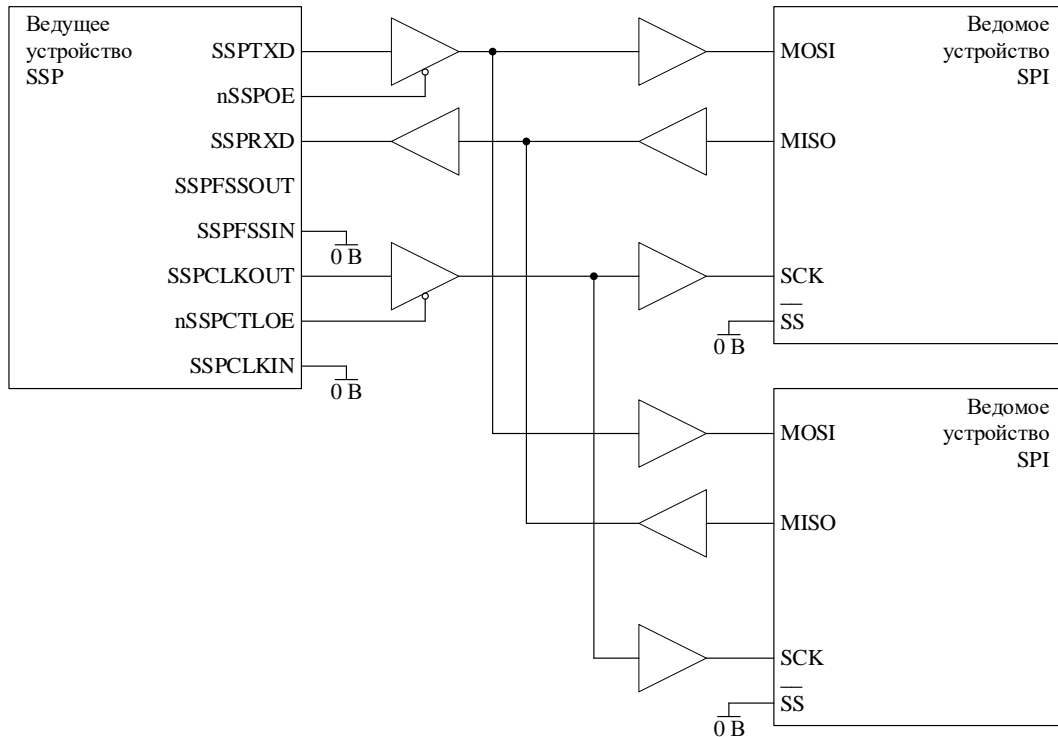

Рисунок 80 – Ведущее устройство SSP подключено к двум ведомым, поддерживающим протокол SPI
Рисунок 80 показывает подключение модуля SSP, сконфигурированного как ведущее устройство, к двум ведомым устройствам, поддерживающим протокол SPI фирмы Motorola. Внешние устройства сконфигурированы как ведомые путем установки в низкий логический уровень сигнала выбора ведомого устройства Slave Select (SS). Как и в предыдущем примере, ведущее устройство способно передавать данные в адрес ведомых циркулярно по линии SSP\_TXD. Ответная передача данных на входную линию SSP\_RXD ведущего устройства одновременно осуществляется только одним из ведомых по соответствующей линии MISO.